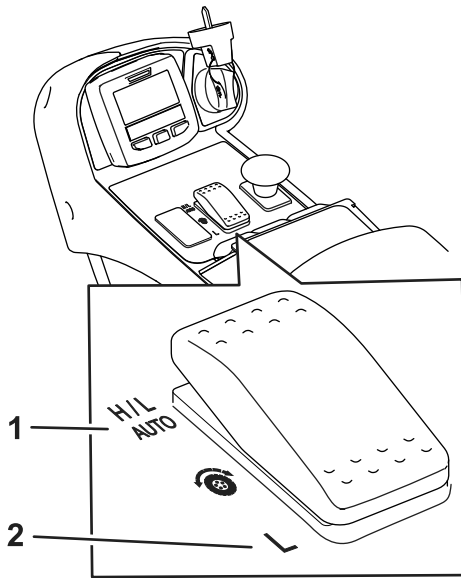
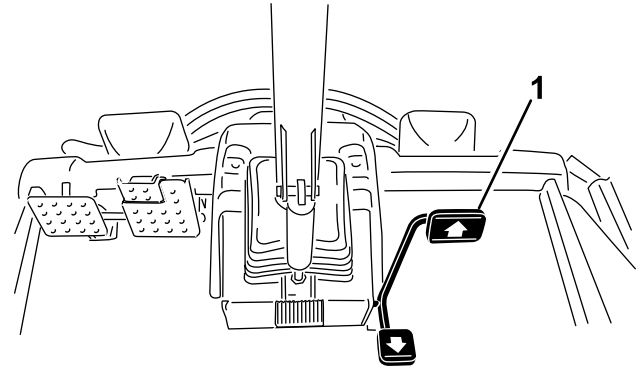

Figure 27
Figure 28
- Dans des conditions de fonctionnement normales, cette machine devrait fonctionner en plaçant le sélecteur de gamme à la position H/L AUTO (Figure 27). Cette position permet à la machine d'alternier automatiquement entre les gammes haute et basse, selon qu'elle est utilisée pour la tonte ou le transport.
- Lorsque vous sélectionnez la position GAMME BASSE (Figure 27), la machine fonctionnera toujours en mode gamme basse. Ce réglage est à privilégier lorsque vous utilisez la machine dans un atelier, que vous la chargez ou la déchargez d'une remorque, quand vous gravissez des pentes raides ou pour toute autre opération qui ne nécessite pas une vitesse de déplacement élevée.
Cette machine possède 2 gammes de vitesse de déplacement : la gamme basse et la gamme haute. Le sélecteur de gamme permet de sélectionner les positions suivantes (Figure 27) :
Cette fonction permet de régler la vitesse maximale de la machine quand vous poussez la pédale à fond en marche avant (Figure 28). Vous pouvez régler une vitesse séparée pour la gamme basse et la gamme haute (Figure 27).